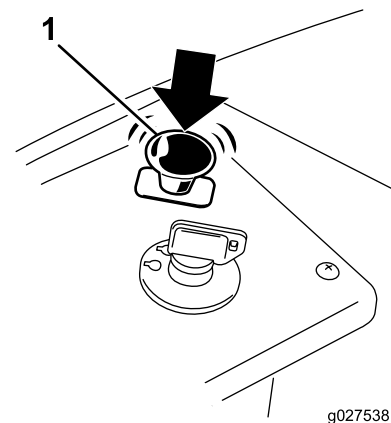

Figura 14
1. Desengrane las cuchillas moviendo el mando de control de las cuchillas a Desengrado (Figura 14).